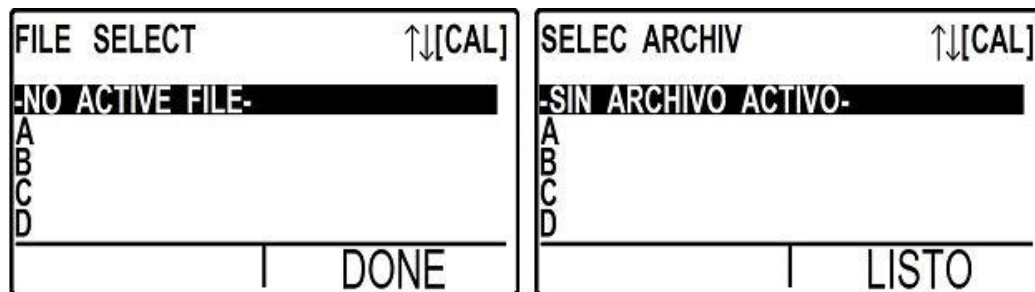

Figura 54: Pantalla de la Memoria Interna que muestra la lista de los archivos guardados
- g) Presione la tecla , que se encuentra debajo de la opción “FILES” (ARCHIV), para ver la lista de archivos que se encuentran guardados en la Memoria Interna; entonces la pantalla aparecerá como se muestra en la Figura 54.